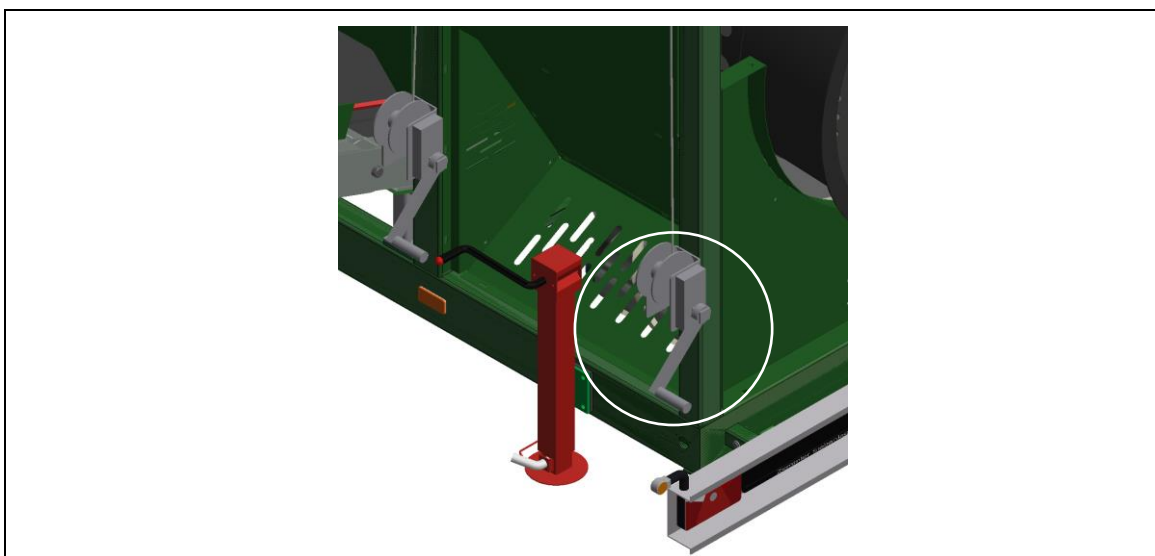

Fig. 8-2: Kabelspil på 2. fraktionsbælte
1. Anbring håndsvinget på kabelspillet (se fig. 8-2 - venstre).
1. Anbring håndsvinget på kabelspillet (se fig. 8-2).